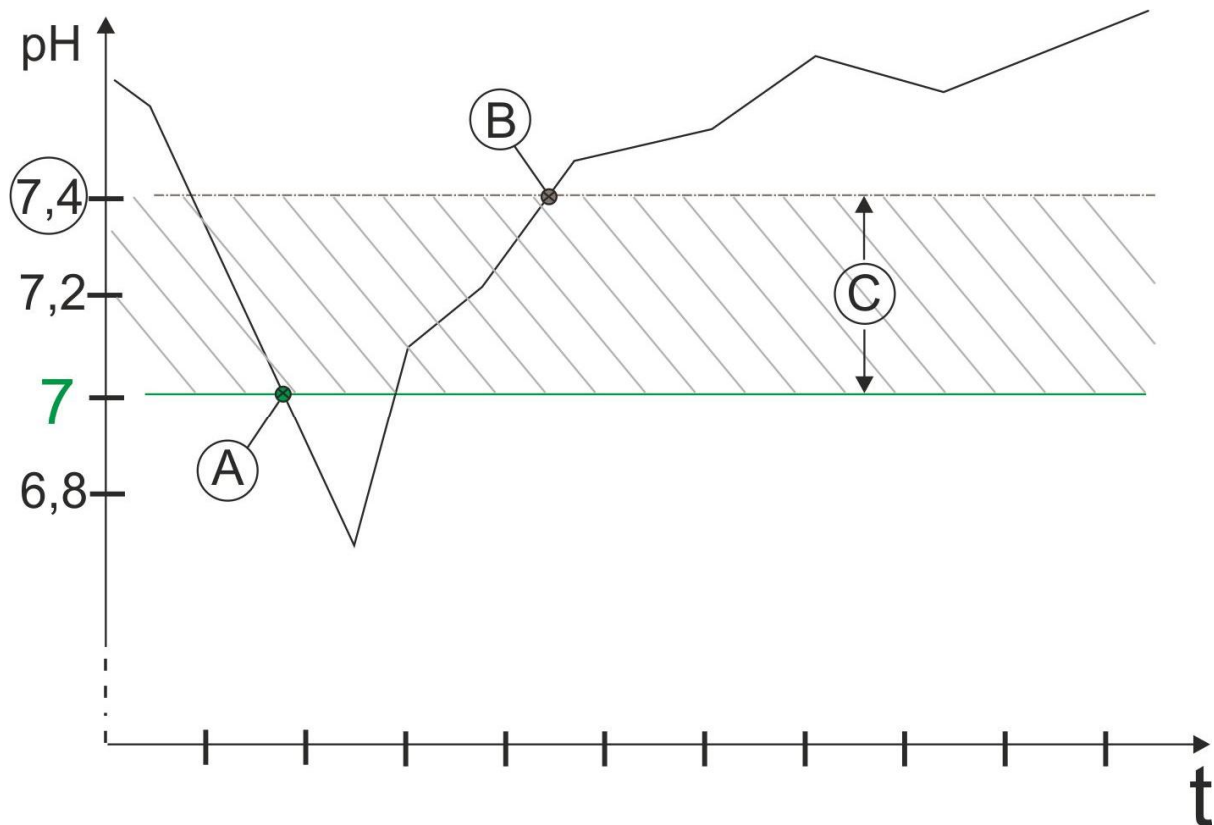

Abb. 2 Low Setpoint
- Die Werte von erreichten **unteren** Grenzwerten “**LOW** Setpoint” mit Datum/Uhrzeit (siehe Abb. 2, Werte A und B)